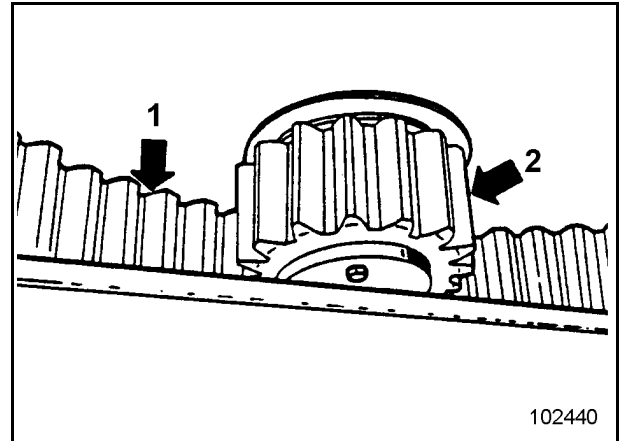
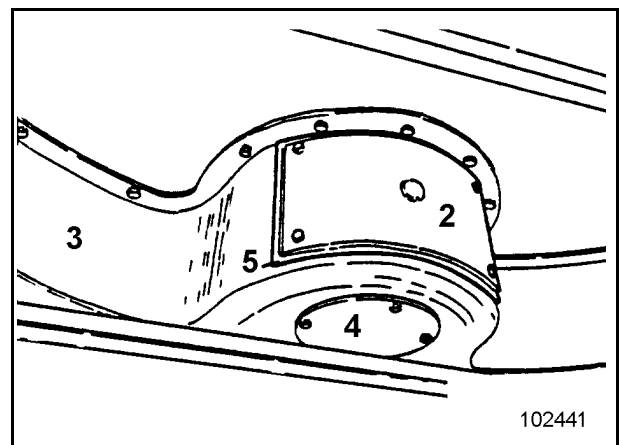

Fig. 3-108:
Fig. 3-109:
Innenverzahnung (1, Fig. 3-108:) und Ritzel (2) sind mit Abdeckungen (3, Fig. 3-109:) verkleidet. Sie bilden eine Wanne, in dessen Fettfüllung sich das Ritzel des Schwenkwerkes bewegt.
Die Abdeckungen haben eine Kontrollöffnung, die mit den Deckeln (2, Fig. 3-109:) verschlossen sind.